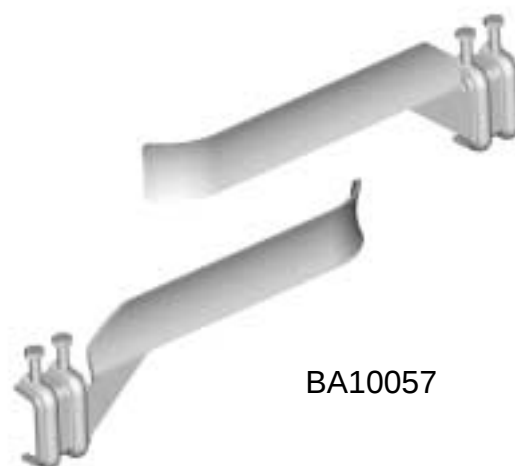

Fig. 7
Per determinare la corsa della parte mobile si devono posizionare due camme alle estremità della cremagliera (Fig. 7).
- 1 - **Dopo aver posizionato le camme di finecorsa sulla cremagliera (Fig.7 pag.4)** mettere il DIP1 in posizione ON. Il led DL5 inizia a lampeggiare.